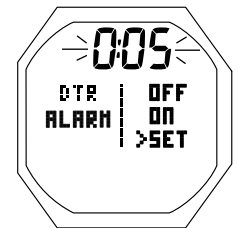

Fig. 38 - RÉGLAGE DE L'ALARME DE TEMPS DE PLONGÉE RESTANT
**RÉGLAGE DE L'ALARME DE TEMPS DE PLONGÉE RESTANT (DTR) :** paramètres affichés (Fig. 38)